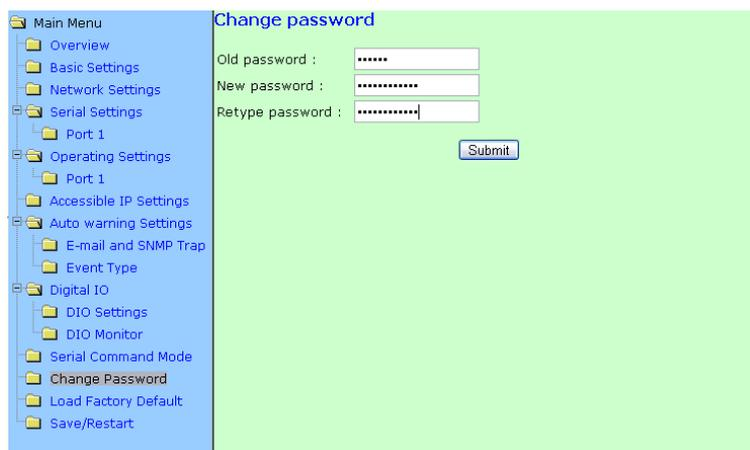

Рисунок 3
4.3.3 В открывшемся окне введите заводской пароль – 000000. Данный пароль можно изменить, выбрав в главном меню пункт «Change password» (рисунок 3). В пароле допускаются символы латинского алфавита и цифры (символы ASCII); длина пароля – не более 15 символов. Для смены пароля в поле «Old password» введите заводской пароль 000000, в поля «New password» и «Retype password» введите ваш новый пароль. Нажмите кнопку «Submit».